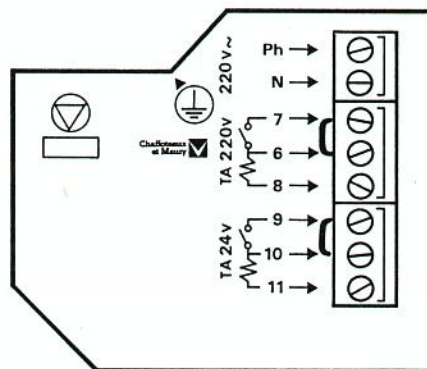

Fig. 20
1) Thermostat 220 volts (fig. 20)
2) Thermostat 24 volts (fig. 20)